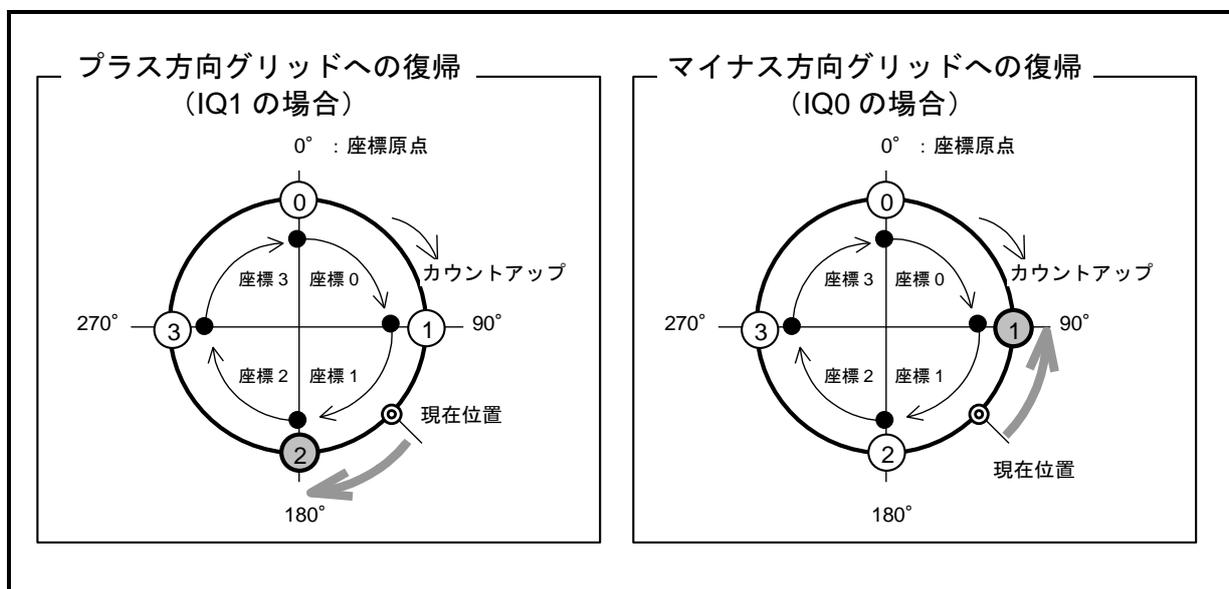

図 8-19 : ユーザ単位位置決めによるグリッドへの復帰動作例
- 「図 8-19 : ユーザ単位位置決めによるグリッドへの復帰動作例」の例では、現在位置は座標 1 の範囲にありますが、グリッド上にはありません。